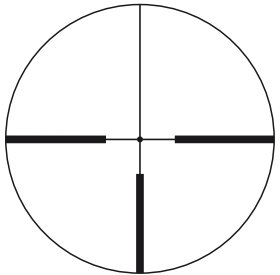

Fig. 3-1
(1) Fokusering
- ① Se gjennom okularet med øyet omtrent 10 cm (4 tommer) fra okularets linse, og du vil se retikkel nr. 4 med lysstyrke (Fig. 3-1).